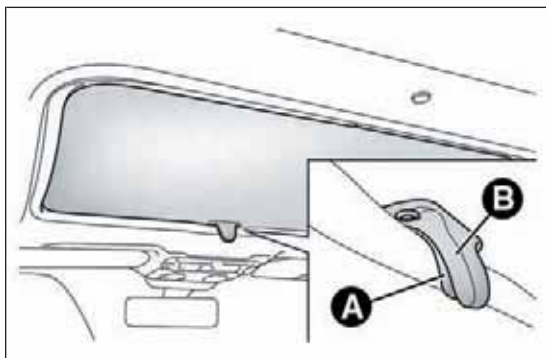

РИС. 55
**Открытие шторки:** нажмите кнопку А РИС. 55, чтобы освободить шторку, и затем с помощью рукоятки В отодвиньте ее назад.
**Заккрытие шторки:** возьмитесь за рукоятку В РИС. 55 и подвиньте шторку вперед; проверьте, чтобы она встала в исходное положение.